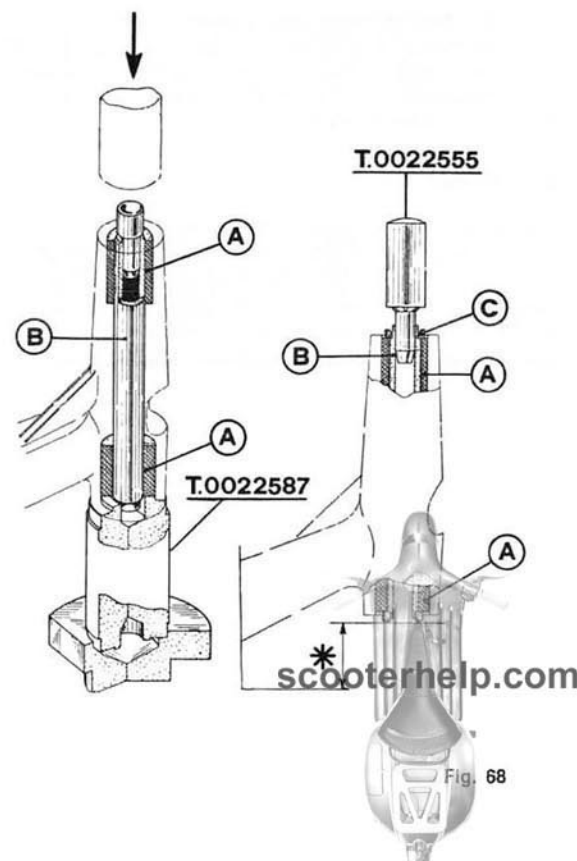

Fig. 68
3rd Operation, if necessary (Fig. 68): On engine bracket extremity facing the contact surface of the crankcase halves, the tube should project in such a manner that, when the distance piece « C » is mounted and tube punch marks formed, the extremity punch marked is 45.3 ± 0.5 mm. from the
3.a Operación eventual (Fig. 68): Desde el extremo del travesaño, lado superficie de acoplamiento carter, el tubo debe sobresalir de forma que, montado el distanciador « C » y efectuado el rechaflanado del propio tubo, la extremidad achaflanada diste de la superficie de acoplamiento carter
4th Operation (fig. 68): mount the distance pieces and upset punch the tube B at its two extremities. On the side with the smaller diameter buffer mount one of the spacer washers, indicated in the Spares Catalogue, which when assembled will axially compress the buffer by 0 to 1.5 mm.
Notice - The assembly of the crankcase to chassis suspension group can also be carried out on an engine assy. In this case, given the difficulty in checking the dimension indicated by asterisk (see fig. 68) the dealers can eliminate said operation on condition that after assembling the tube, its extremities project equally from the engine bracket.
4.a Operación (fig. 68): Montar los distanciadores y achaflanar el tubo B en los dos extremos.
Advertencia - El montaje en el travesaño del grupo elástico de unión del motor al chasis, puede también realizarse con el motor completo. En tal caso, dada la dificultad de verificar la medida indicada con asterisco (ver fig. 68), los Distribuidores pueden no efectuar dicho control, asegurándose que al montaje del tubo los extremos sobresalgan de la misma medida de los extremos del travesaño.